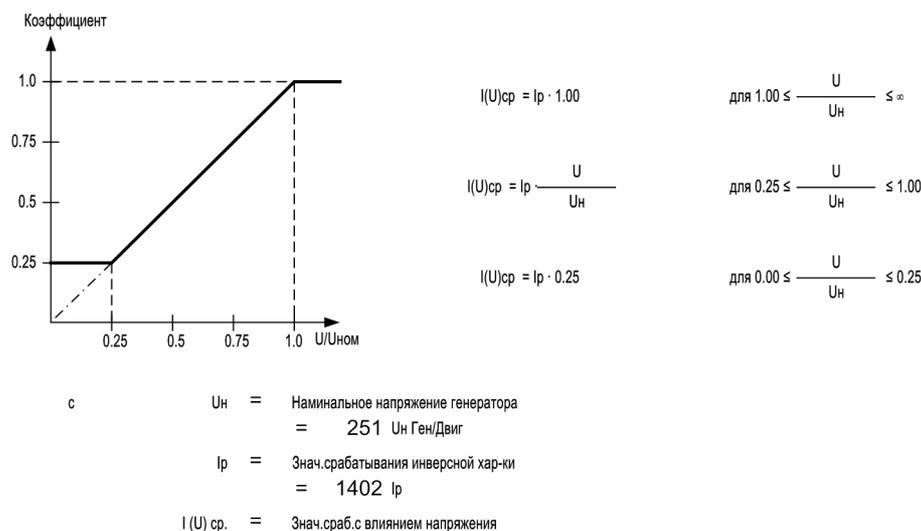

Рисунок 2-16 Зависимость значения пуска от значения напряжения
- **С торможением напряжения:** пороговое значение пуска защиты зависит от уровня напряжения; пониженное значение напряжения уменьшает и значение тока срабатывания защиты (см. рис.2-16). Линейная прямо пропорциональная зависимость реализуется в области между $U / U_H = 1.00$ и 0.25 . Соответственно, Применимо следующее: